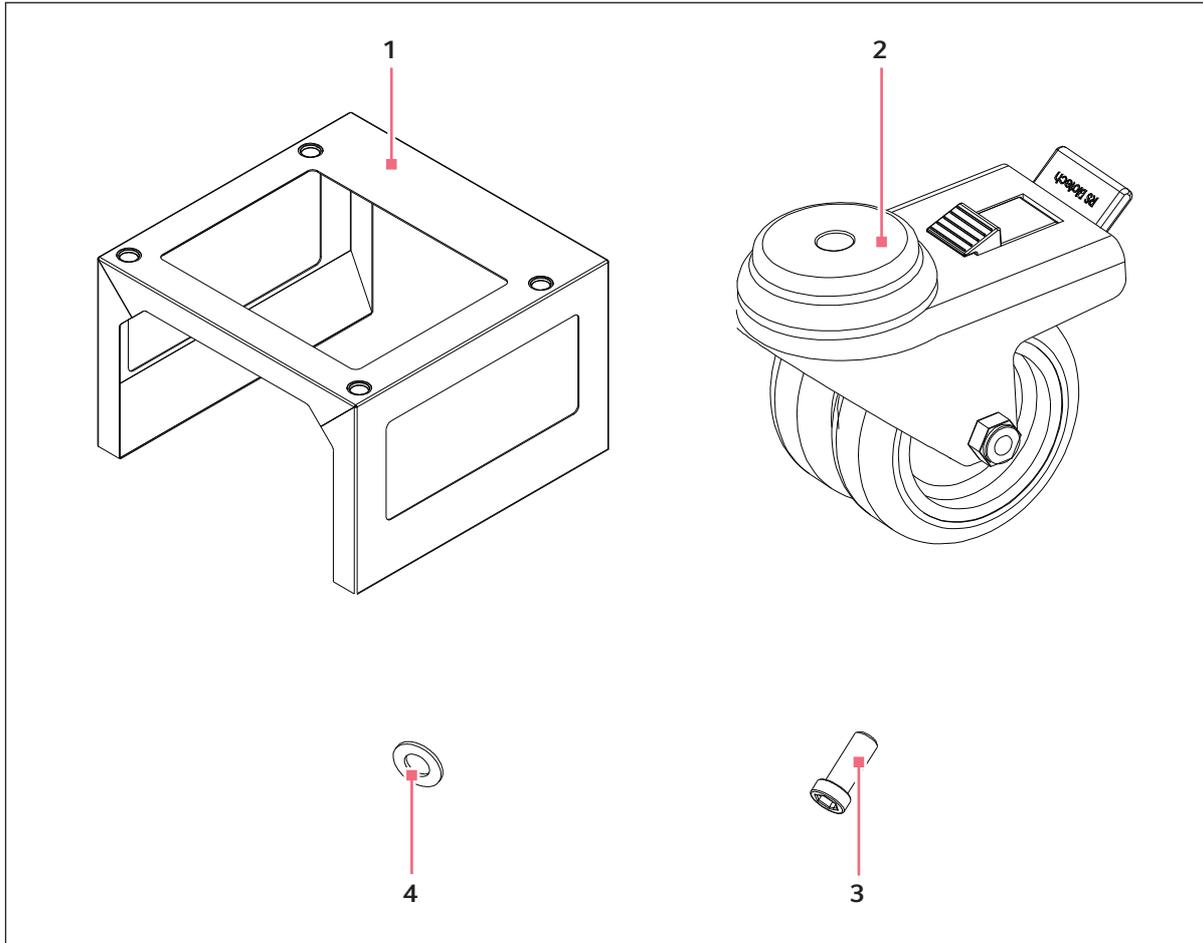

Abb. 12-1: Bestandteile des Untergestells
2. Identifizieren Sie das Untergestell, die Laufrollen, die M10-Sicherungsmuttern und die Scheiben (siehe Abb. 12-1 auf S. 87).